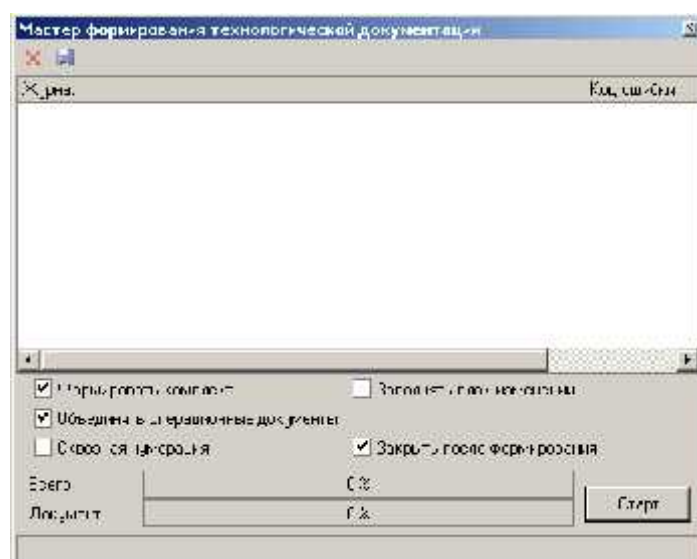

Рис. 2.5
4. Нажмите кнопку *Формировать...* на вкладке *Комплект карт* или кнопку *Формирователь карт ВЕРТИКАЛЬ* на главной панели инструментов. В открывшемся окне Мастера формирования технологической документации (рис. 2.5) установите галочки в необходимых ячейках. Нажмите кнопку *Старт*.